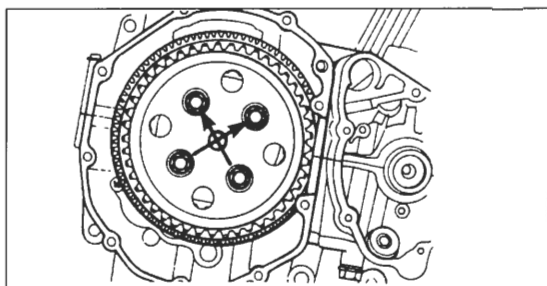

Bild 123
● Druckscheibe ① Bild 123, Ausrücklager ② und Druckstück ③ abnehmen.